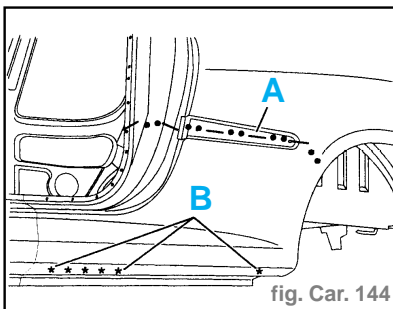

fig. Car. 144
- Tracer puis découper à l'aide d'une meule épaisseur 1 mm (suivant A) (coupe provisoire) (fig. Car. 144).